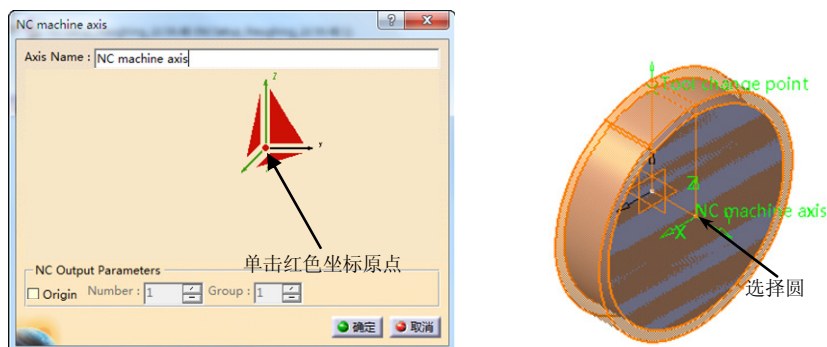

图 7-6 定义加工坐标系（1）
- 在“Default reference machining axis for Part Operation.1”对话框的“Axis Name”文本框中输入“NC machine axis”作为坐标系名称，单击红色坐标原点，选择如图 7-6 所示的圆，系统自动以圆心作为坐标原点，定义加工坐标系（1）如图 7-6 所示。